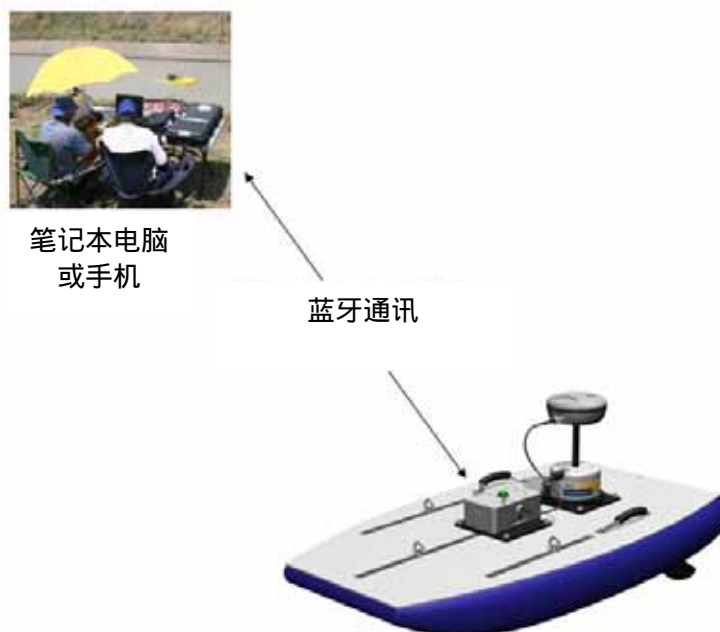

图 9. 蓝牙通讯方式的选项（无 GPS）
4. 将 10 米电源通讯电缆线上的 2 芯电源电缆线，提供电源变压器与外置的交流电源连接。图 9 显示了采用这种配置所需要的硬件设备。
图 9 显示了 RiverSurveyor 系统采用无线通讯方式的图片。在采用蓝牙通讯方式时，可采用小型的无人小船，例如采用 SonTek 公司自行设计制造的 Hydroboard 单体船。当采用仪器配置的带有软件狗的蓝牙调制解调器与计算机相连时，与主机的通讯距离可扩大到 200 米。当采用手机与主机进行通讯，其通讯距离大约为 60 米。上述的通讯距离范围是假设双方可视范围之间没有任何的障碍物，也没有恶劣的天气的影响。